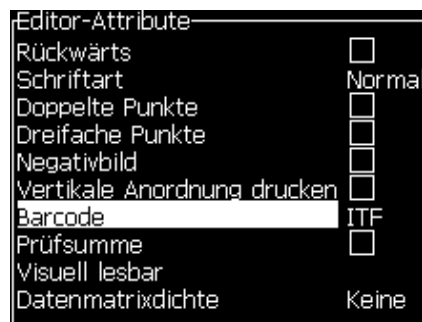

Abbildung 5-55: Wählen Sie den Barcode-Typ
- 2 Drücken Sie die Taste *F3* oder *ALT + E* und wählen Sie *In-Line-Attribute*, um den Bildschirm *Editor-Attribute* zu öffnen (Abbildung 5-55 auf Seite 5-65).